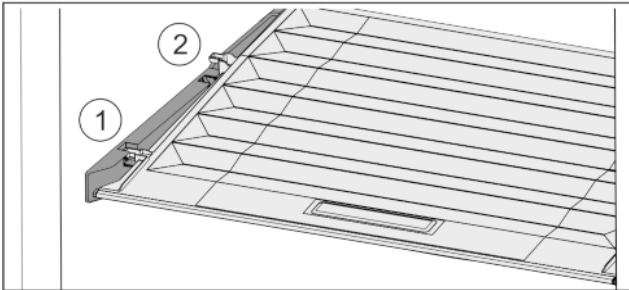

Fig. 28
- ▶ Deksel tot de opening in de vasthoud delen naar voren trekken Fig. 28 (1).
- ▶ Aan de achterkant vanaf de onderkant omhoog tillen en vanaf de bovenkant verwijderen Fig. 28 (2).